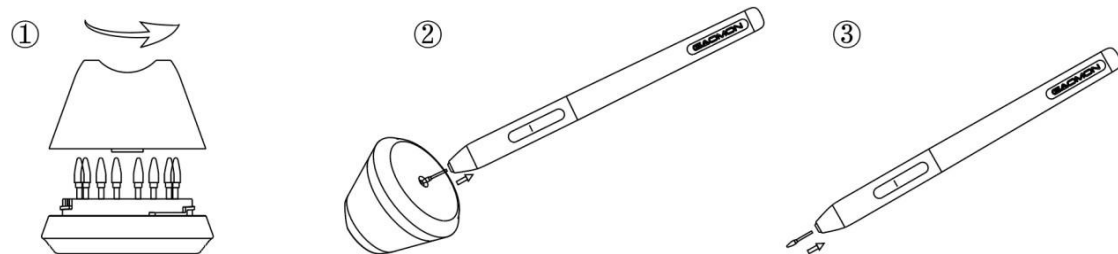

图 1.5
4. 将新的笔尖沿着笔筒方向插入到笔筒内，平稳地推动笔尖直到它停止前进。（图 1.5）